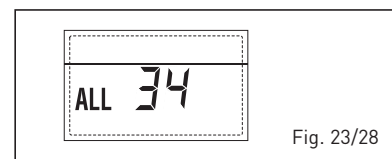

Fig. 23/28
– **ANOMALÍA COMUNICACIÓN FICHA RS-485 Y FICHA RS-485 “ALL 35” (fig. 23/29)**